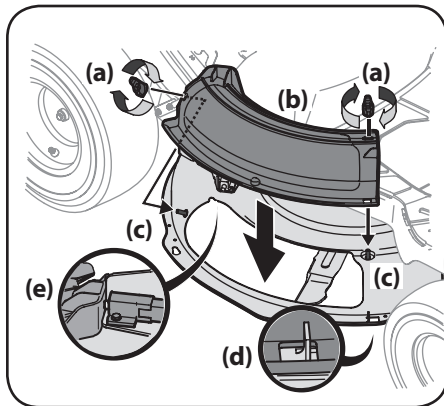

Figure 2-10
1. Retirez les écrous papillon du plateau de coupe et conservez-les pour utilisation ultérieure. Voir Figure 2-10.
2. Installez le bouchon de déchetage (b) sur l'orifice d'évacuation du plateau de coupe. Introduisez les goujons (c) sur la surface du plateau de coupe dans les trous sur la partie supérieure du bouchon de déchetage (b). Introduisez la petite encoche sur le rebord du plateau dans le trou carré sur la partie inférieure du bouchon de déchetage (b). Voir Figure 2-10.